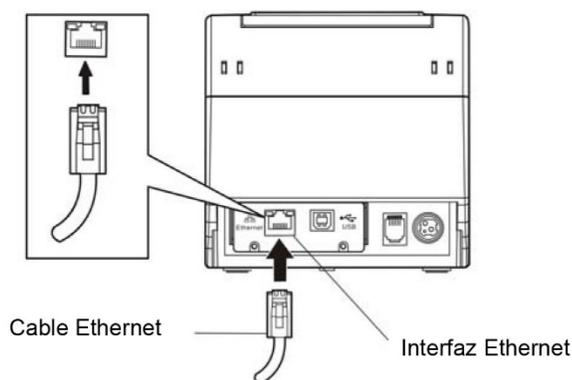

Figura 2-6 Conexión del cable Ethernet
1. Conecte el lado transparente del cable Ethernet (RJ-45) en la interfaz Ethernet de la impresora como se muestra en la Figura 2-6.